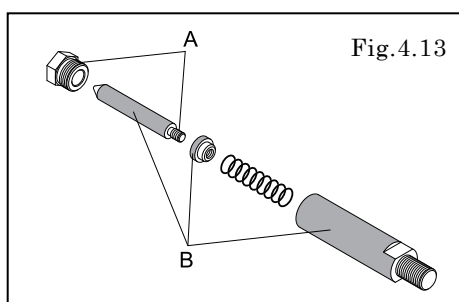

Fig.4.13
- ・ネジロック剤 (A) を塗布しバルブとナットを取り付ける。 [Fig.4.13]
- ・バルブ側面、ナット、センターロッドにグリース (B) を塗布する。 [Fig.4.13]